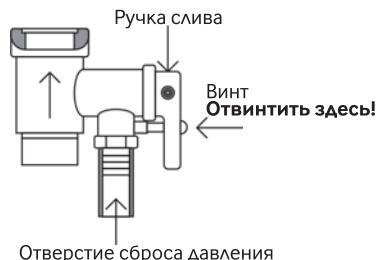

Рисунок 4:
3.2.5 Подсоединение входной трубы к водопроводу осуществляется через предохранительный клапан, который надо установить в рабочее положение, для этого открутите стопорный винт и установите клапан так, чтобы стрелка совпадала с ходом воды (рис.4).